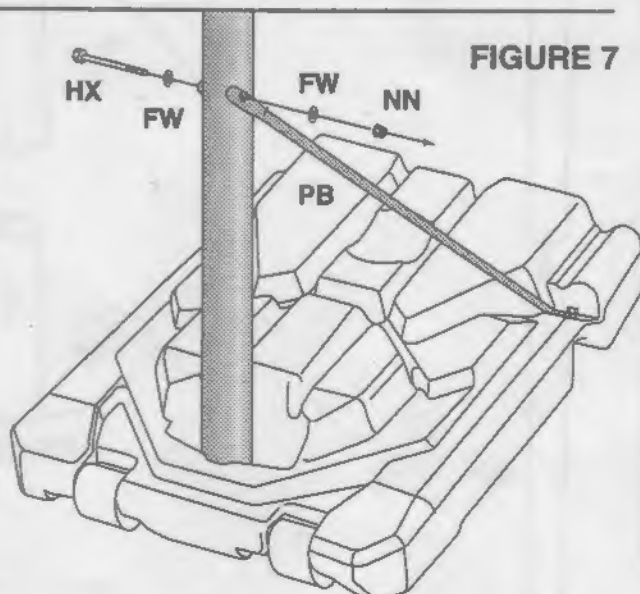

FIGURE 7
- Secure pole braces (PB) to the Bottom Pole Section (BP) using one 3/8" x 3 1/2" Hex Bolt (HX), two 3/8" Flat Washers (FW), and one 3/8" Nylock Nut (NN) (Figure 7). **Do not overtighten nylock nut or you may cause the pole section to indent.**
- Fixer les armatures de poteau (PB) à la section de poteau inférieure (BP). À l'aide d'un écrou à six pans (HX) de 3/8 po x 3 1/2 po, de deux rondelles plates (FW) de 3/8 po et d'un écrou Nylock (NN) de 3/8 po (Figure 7). **Ne pas serrer l'écrou Nylock trop fort car cela risquerait de provoquer l'indentation de la section de poteau.**